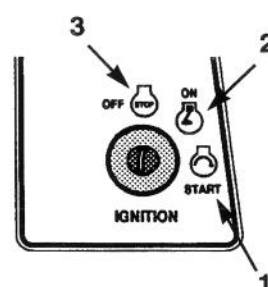

Figure 11
6. Tourner la clé de contact dans le sens horaire et la garder à la position START (DEMARRAGE) (Fig. 11). Relâcher la clé quand le moteur démarre.
2. Tourner la clé de contact sur OFF (ARRET) (Fig. 11).
2. Fixer le bouclier sur le rebord de la tondeuse au moyen des boulons et écrous (Fig. 11).